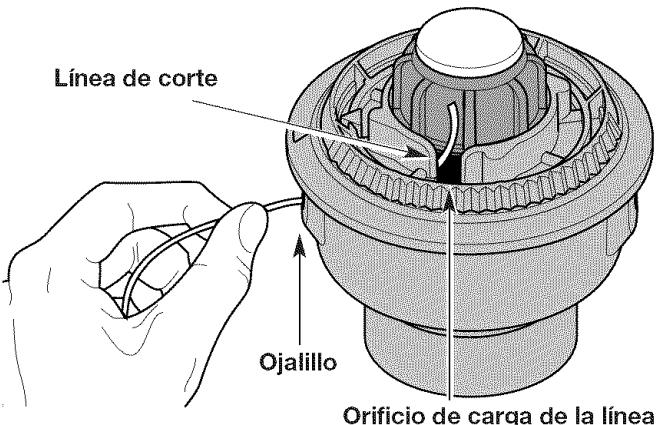

Fig. 15
**NOTA:** Antes de instalar nueva línea de corte en el carrete existente, saque la línea vieja de la cabeza RapidRewind tirando de la línea a través de los orificios de carga de línea o de cierre (Vea las Fig. 15 y 16 para ubicar los orificios).
2. Inserte 10 pies (3 m) de línea de corte en uno de los dos ojalillos y empuje la línea a través del orificio de carga de línea del carrete (Fig. 15). No doble la línea cuando la